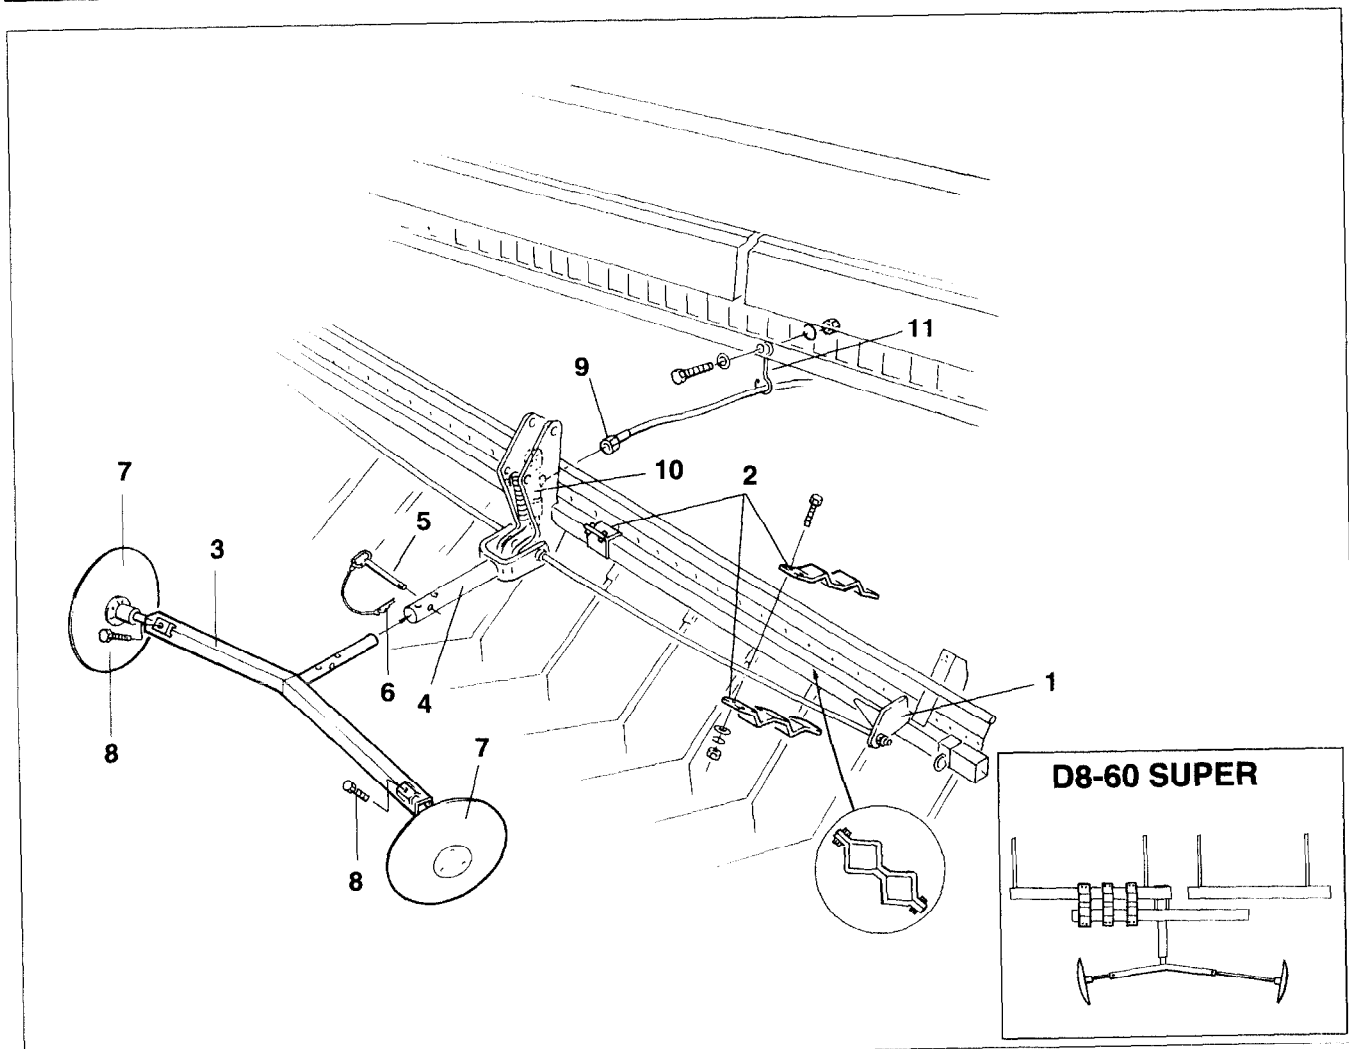
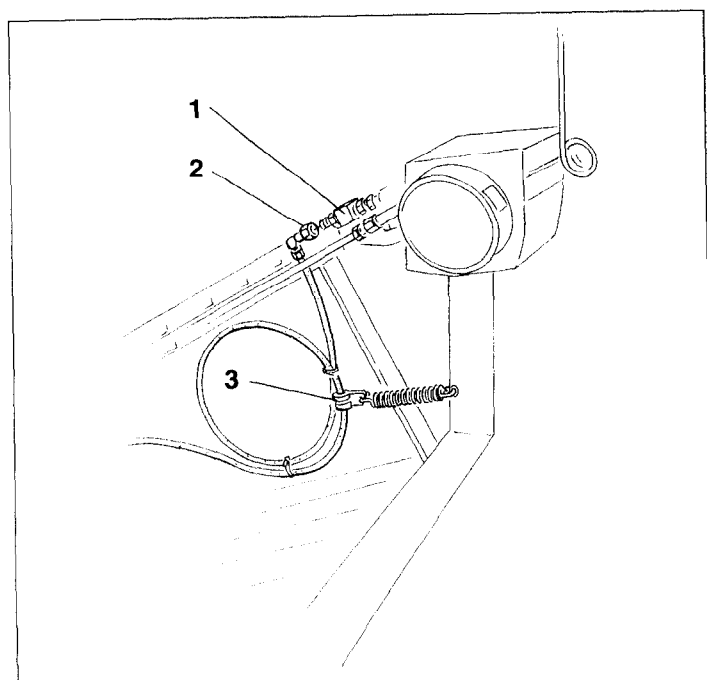

Fig. 14.3
Fig. 14.4
- Fixez le support (fig. 14.3/1) au moyen des brides de fixation (fig. 14.3/2) axialement sur le recouvreur FlexiDoigts.
Dans le cas du D8-60 SUPER, le support doit être fixé sur le recouvreur FlexiDoigts gauche, en le décalant (voir fig. 14.3).
- Introduisez le support des disques (fig. 14.3/3) dans le tube (fig. 14.3/4) et fixez à l'aide de l'axe (fig. 14.3/5) et de la goupille Beta (fig. 14.3/6).
- Introduisez les disques (fig. 14.3/7) dans leur logement respectif sur le support (fig. 14.3/3) et bloquez les en position à l'aide des vis 6 pans (fig. 14.3/8).
- Raccordez le flexible hydraulique (fig. 14.3/9) au vérin hydraulique (fig. 14.3/10).
- Sur le boîtier programmeur du jalonneur de post-levée est fixé une valve de commande (fig. 14.4/1).
- Passez le flexible hydraulique (fig. 14.3/9) par les crochets (fig. 14.3/11) fixés sur la barre porte-entonnoirs puis raccordez le flexible (fig. 14.4/2) à la valve (fig. 14.4/1).
- Fixez le flexible hydraulique (fig. 14.4/2) à l'aide du collier (fig. 14.4/3) et du ressort sur le châssis du semoir.
Mettez en place le flexible hydraulique (fig. 14.4/2) de manière à ce que le flexible ne puisse pas être arraché par les mouvements du recouvreur FlexiDoigts.